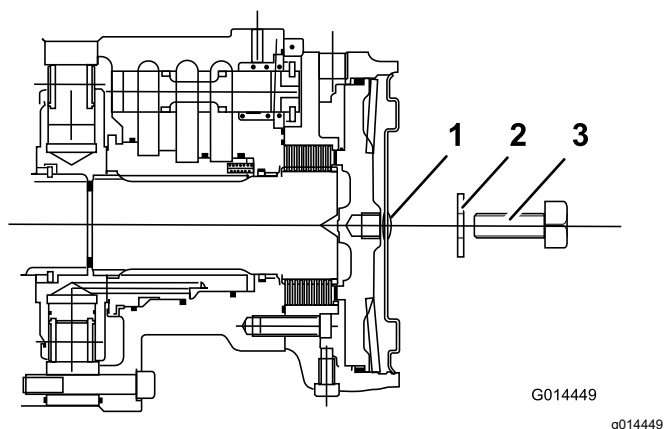

Figura 37
4. Montate la vite di arresto M12 x 40 mm lunga con rondella nel foro al centro della piastra di chiusura del motorino (Figura 37).
5. Serrate la vite di arresto nel foro filettato del pistone del freno fino a sbloccare il freno (Figura 37).
6. Individuate il gruppo del freno a disco del motore della ruota anteriore sinistra e ripetete la procedura precedente (Figura 37).